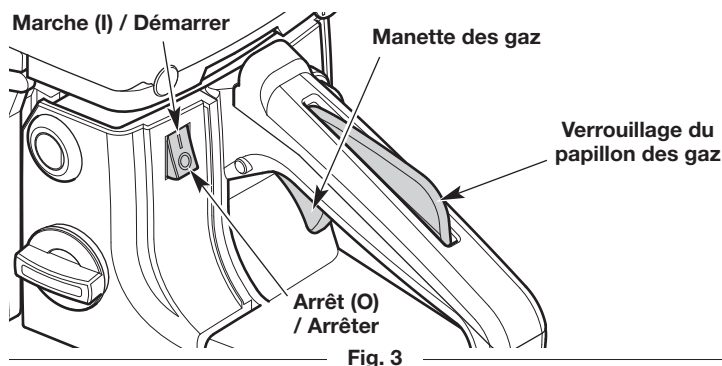

Fig. 3
5. Déplacez le bouton Marche/Arrêt en position **Marche** (Fig. 3).
**REMARQUE :** NE TOUCHEZ PAS à la commande des gaz avant l'étape 14 (Fig. 3).
8. **NE TOUCHEZ PAS** à la commande des gaz (Fig. 3). Posez l'appareil sur une surface plane. Dégagez la zone de tout objet qui pourrait entrer en contact avec la chaîne.
- Déplacez l'interrupteur Marche/Arrêt en position d'**Arrêt** (Fig. 3). Attendez que la chaîne s'arrête complètement.